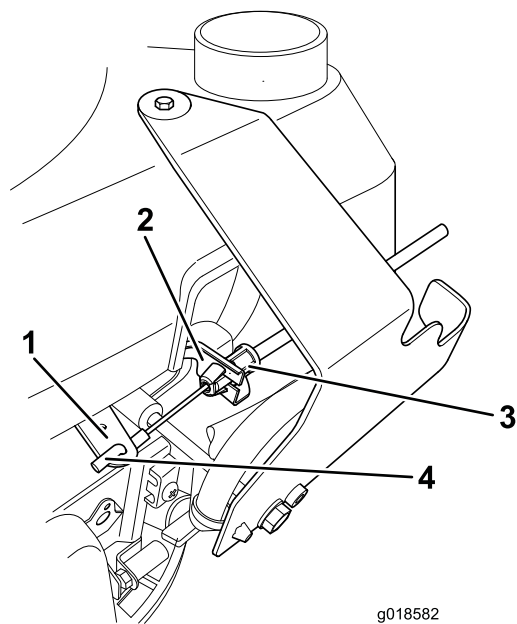

Figura 2
6. Inserite l'estremità di aggancio nella leva, quindi tendete il cavo del comando del freno e infilatelo nella staffa (Figura 2).
10. Fate passare il cavo del freno motore (Figura 2) attraverso l'unità di comando dell'acceleratore e nel braccio della stegola.